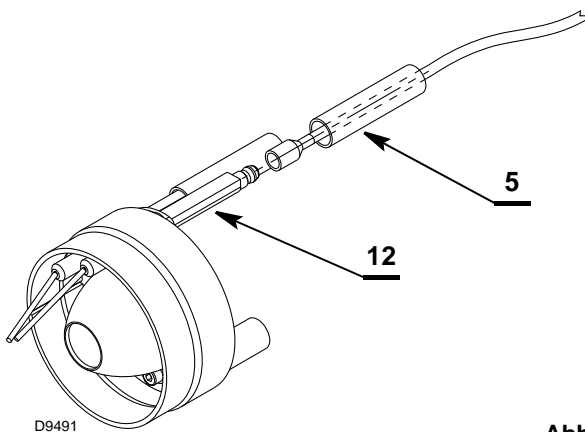

Abb. 28
- Die Drähte 5) (Abb. 28) auf die Elektroden 12) stecken und prüfen, ob die Kabeln mit den Elektroden fest verbunden sind (gegebenenfalls die Kabelklemmen festziehen), anschließend die Klemmen mit den Isolierhörnchen schützen.